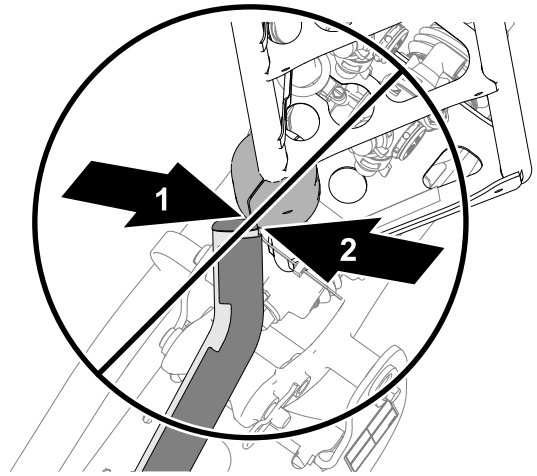
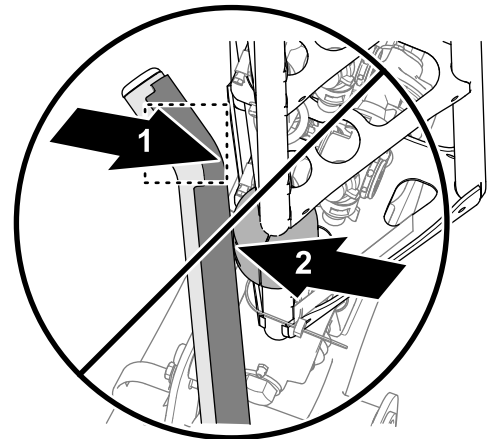

**Figura 6**
**Figura 7**
5. Si cualquiera de los tubos superiores está mal alineado con el tope deslizante, como se muestra en la Figura 6, la Figura 7 o la Figura 8, ajuste la posición del soporte; consulte Alineación de los soportes con los brazos exteriores (página 82).